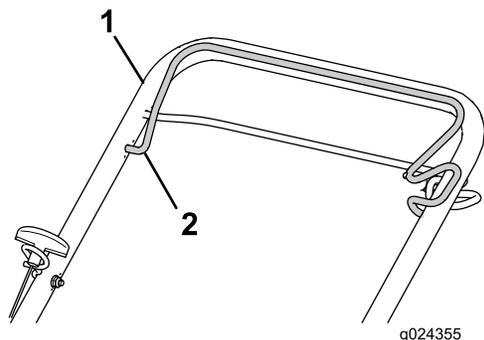

Figura 16
3. Tenete la barra di comando della lama contro la maniglia superiore (Figura 16).